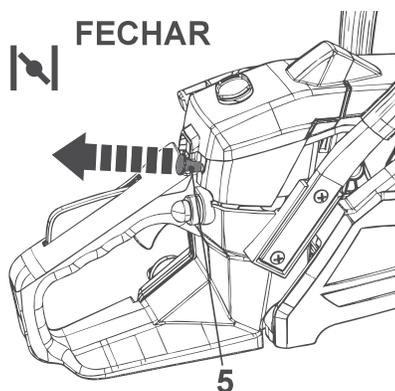

Fig. 21a
1. Puxando totalmente a alavanca do estrangulador (5) para fora (Fig. 21a), o estrangulador está agora na posição FECHADA e o acelerador está em funcionamento rápido.